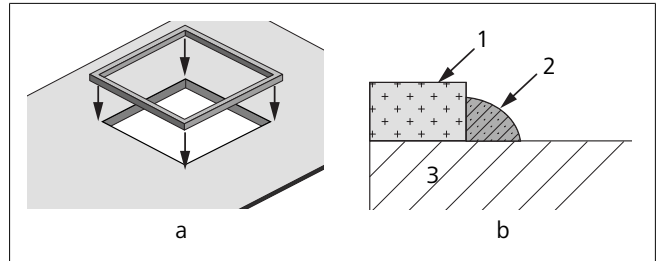
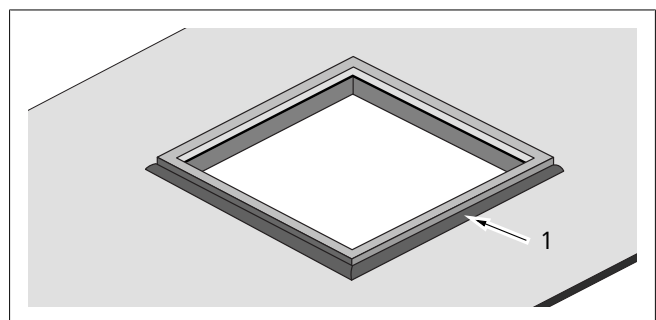

Fig. 14 CTT35 Montage du joint sur une découpe 360 x 360 (sans cadre adaptateur)
Fig. 15 Application du mastic d'étanchéité (uniquement applicable aux joints sur découpe 360x360, sans cadre adaptateur)
1. Décollez le papier de protection et collez le joint sur le toit (découpe 360 x 360). Voir Fig. 14-a et b.
3. Appliquez du mastic d'étanchéité autonivelant pour toits de véhicules de loisir autour du joint pour empêcher toute fuite. Voir Fig. 14-b et Fig. 15.